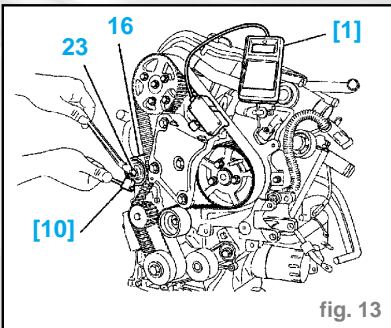

fig. 13
- Mettre en place l'outil [1] SEEM C. TRONIC type 105.5 (fig. 13).
- l'écrou (23) (fig. 13)
- Mettre en place l'outil [1] (fig. 13).
- Tourner le galet tendeur (16) dans le sens inverse des aiguilles d'une montre (à l'aide de l'outil [10]).
- Serrer l'écrou (23) à **1,8 daN.m** (sans modifier la position du galet (16)).